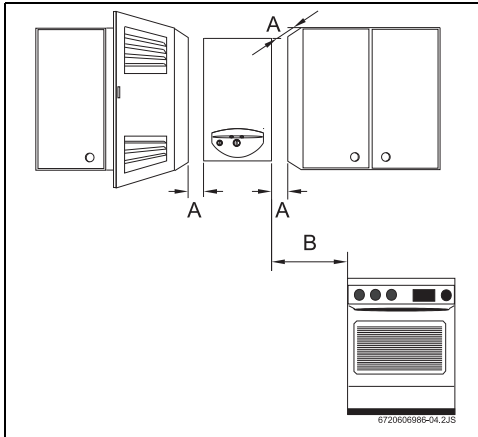

Fig. 12 Distancias mínimas
- ▶ Observe las medidas mínimas de instalación indicadas en la Fig. 12.
- ▶ Espacio suficiente para efectuar los trabajos de mantenimiento, respetando las distancias mínimas indicadas en la Fig. 12.